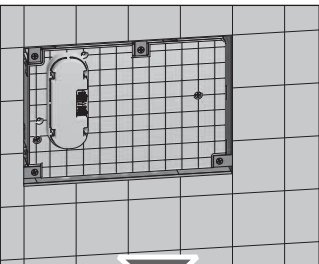

Fig. 7.1
- Breng de lagen bekleding (pleister en tegels of gipsplaten) op de muur aan, zonder dat u de beschermplaat afdekt. Deze plaat beschermt uitsluitend de binnenkant van de doos tijdens het plaatsen, zie Afb. 7.1. **LET OP:** het afdeksysteem van IS-BOX is speciaal ontwikkeld voor een bekleding met een minimum dikte van 5 mm en een maximum dikte van 20 mm. Controleer of de totale dikte van het pleister en de eventuele bekleding binnen deze waarden valt.